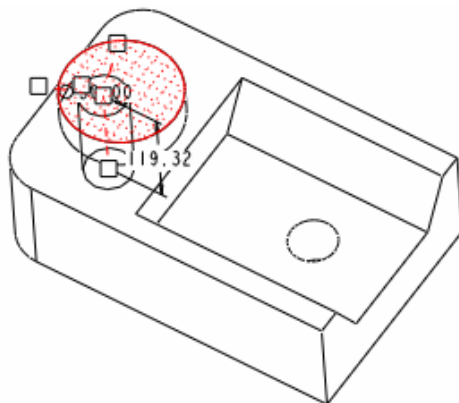

图 10-7
(1) 单击菜单【插入】 【孔】选项，或单击绘图区右侧工具栏的按钮 ，打开孔特征操控板。
(2) 选择凸台的上表面作为孔的放置平面，如图 10-7 所示。